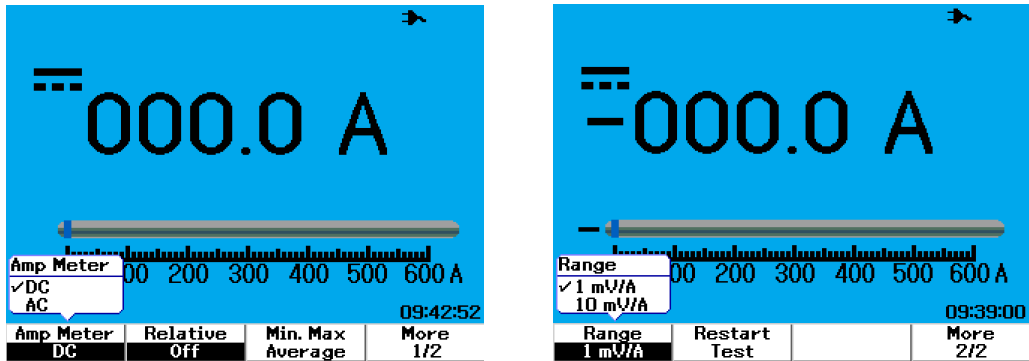

图 4-9 电流测量
- 4 在 **Ampere Meter** 子菜单中，按 **F1** 选择 AC 电流或 DC 电流测量（请参考图 4-9）。
- 7 在第 2 页（共 2 页）中按 **F1** 选择测量范围（请参考图 4-9）。测量范围的选择基于电流适配器上的设置（1 mV/A 或 10 mV/A）。